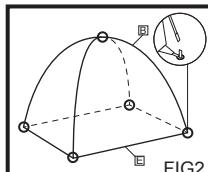

FIG2
3. Sollevare la parte interna della tenda (E) e spingere le estremità delle aste (B) nelle aste di ferro collocate agli angoli della parte interna della tenda (E). (FIG2)
4. Fissare il tetto della parte interna della tenda (E) sulla giunzione delle aste con le stringhe cucite. (Fig. 2)